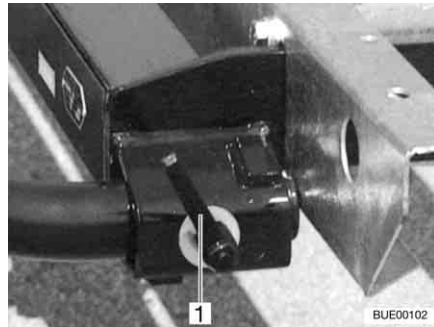

Fig. 6 Verrouillage rapide
- Emboîter le porte-charge à gauche et à droite dans les fixations sur le cadre et le bloquer avec un verrouillage rapide (Fig. 6,1).
- Ouvrir le verrouillage rapide (Fig. 6,1) et retirer le porte-charge des fixations du cadre.